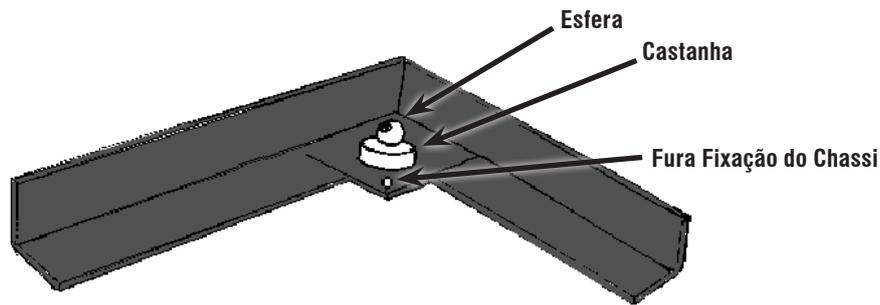

Figura 5
- 4) Retire os 4 calços de madeira e posicione corretamente o chassi no local da instalação. Se este local for um poço, proceda à marcação no solo dos 4 pontos de fixação dos chumbadores. Em seguida afaste o chassi e proceda às furações. Utilize para isto broca com ponta de "widia" \varnothing 1/2". (Figura 5)
- 9) Desembale as 4 esferas de aço e coloque 1 em cada castanha do chassi, conforme ilustra a figura 5.